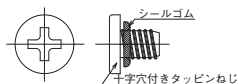

図88 切管用挿しロリングおよびタッピンねじ
- ① 切管用挿し口リング(継ぎ輪用)(図88(a))のねじ穴位置にOリング(2ヶ所)が付いていること、および異物の付着がないことを確認する。Oリングが外れている場合は、シアノアクリレート系接着剤で取り付ける。
- ② 十字穴付タッピンねじ(図88(b))にシールゴムがついていることを確認する。